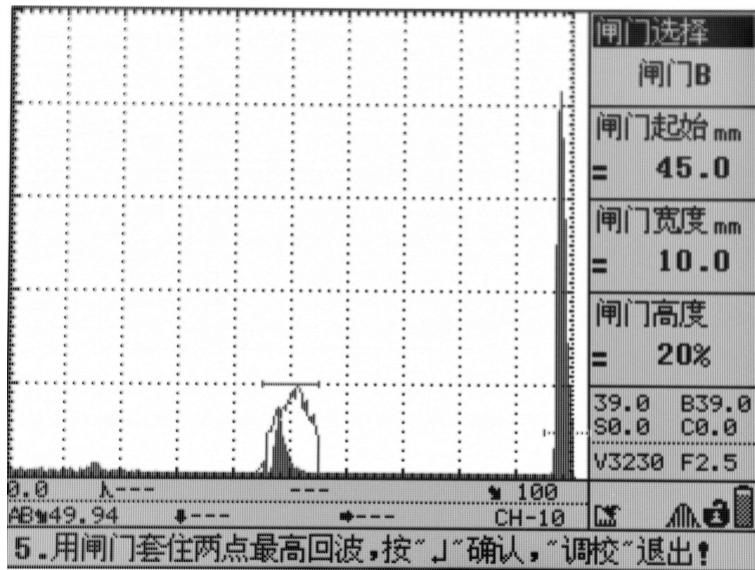
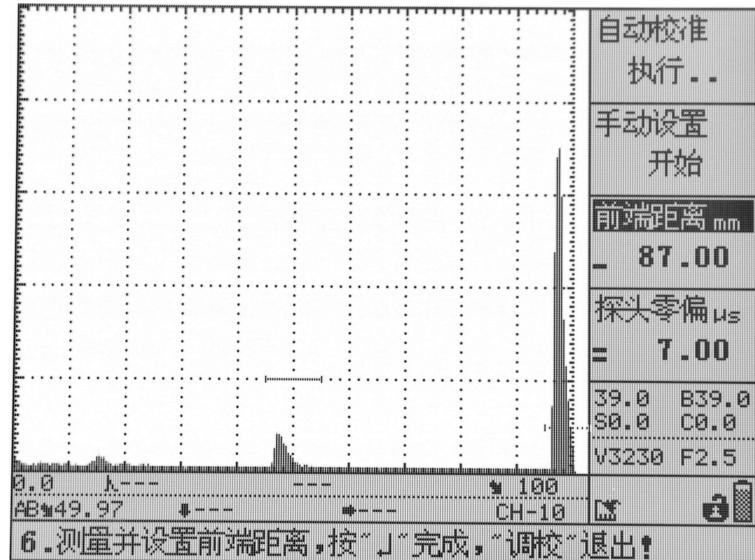

图 3.6
图 3.7
- (4) 设置大概的“材料声速”值、“探头零偏”值，设置“一点声程”=50mm，“二点声程”=100mm。设置完“二点声程”后，按“确认”键。
- (5) 打开波峰记忆或回波包络功能，沿 R100 半径方向前后移动探头，使回波最高，保持探头不动；如图 3.6 所示，单击“确认”键，完成声速和零偏的校准。此时屏幕变为如图 3.7 所示，开始检测探头前沿。